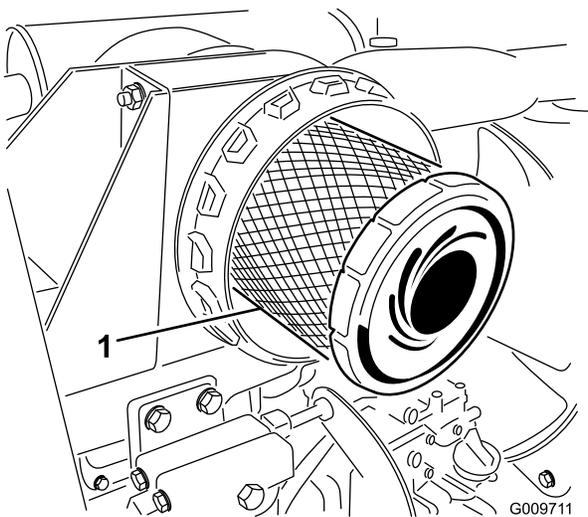

Bild 31
3. Entfernen und wechseln Sie den Hauptfilter aus (Bild 31).